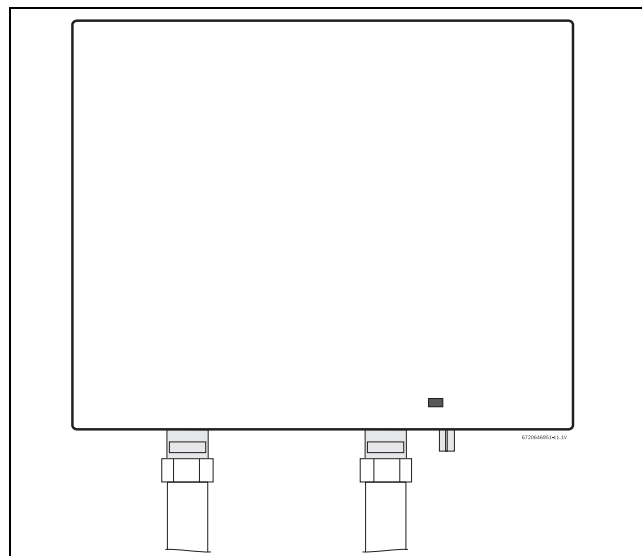

Fig. 6 Posición de montaje vertical
► El aparato debe ser instalado en la orientación que se muestra en la Fig. 6 es decir, montado en posición vertical con los accesorios de agua en la parte inferior del calentador. **Bajo ninguna circunstancia se debe montar el calentador de manera diferente.**